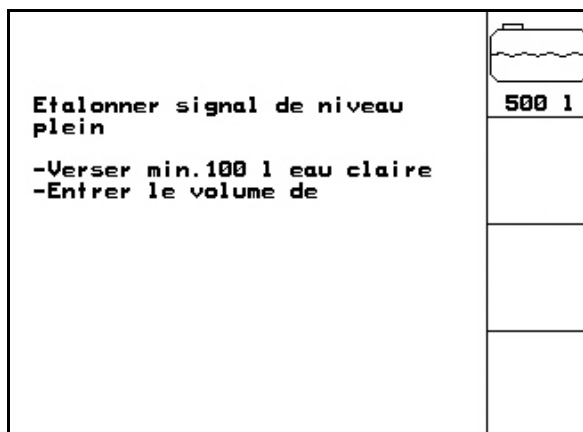

Fig. 64
- En utilisant la touche  introduisez le facteur N en cm. Les roues du pulvérisateur doivent commencer à braquer au même endroit que les roues arrières du tracteur (Fig. 64/1)!
- additionnez la cote a (Fig. 64) au facteur N.
- soustrayez la cote b (Fig. 64) du facteur N.